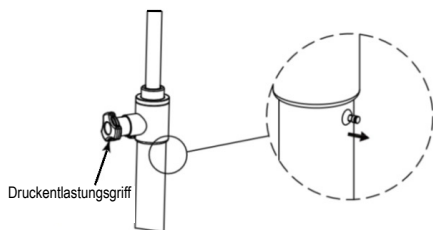

Abb. 5
3. Kransenken: Drehen Sie den Druckauslösegriff entgegen dem Uhrzeigersinn (Abb. 5) und lösen Sie den Griff aus. Das Druckablassventil schließt sich automatisch.